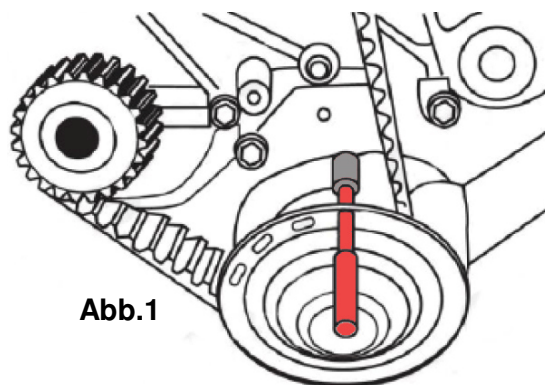

Abb.1
Dieser Stift wird zum Festsetzen der Kurbelwelle in Einstellposition verwendet. Es passt durch eine Bohrung in der vorderen Riemenscheiben-Führungsplatte (siehe Abb.1).
3. Entfernen Sie das Werkzeug (3) und drehen Sie die Kurbelwelle auf Zünd-OT 1. Zylinder.
5. Installieren Sie die Werkzeuge (1) und (2) wie in Abbildung 1 und 2 gezeigt.